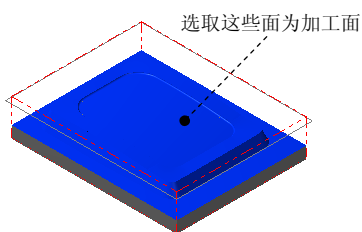

图 5.9 选取加工面
(1) 在图形区中选取图 5.9 所示的曲面 (共 38 个), 然后按 Enter 键, 系统弹出“刀具路径的曲面选取”对话框。